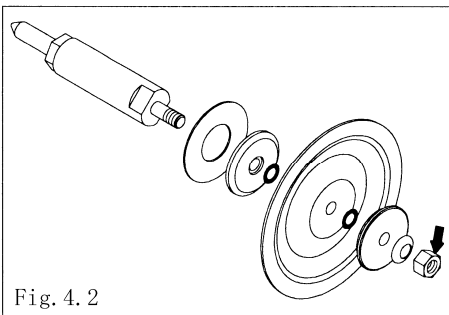

Fig. 4.2
- 从本体上拔出隔膜、中盘和中央连杆。（Fig.4.2）
- 拆下螺母，从中央连杆上取下中盘、隔膜和O-形环（□T、10□C、10□N）。〈Fig.4.2〉